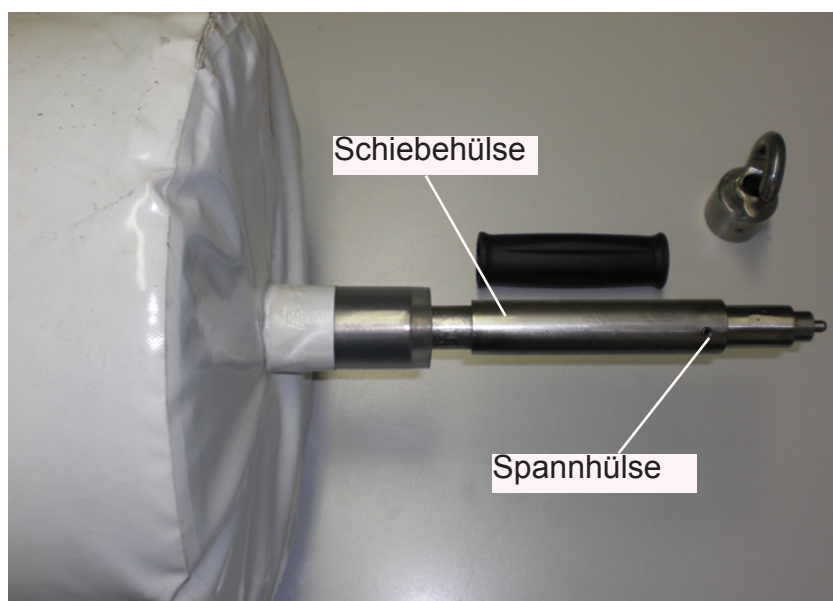

Bild 6-5: Spannhülse, Schiebehülse
- Spannhülse an der Schiebehülse herausschlagen Bild 6-5.